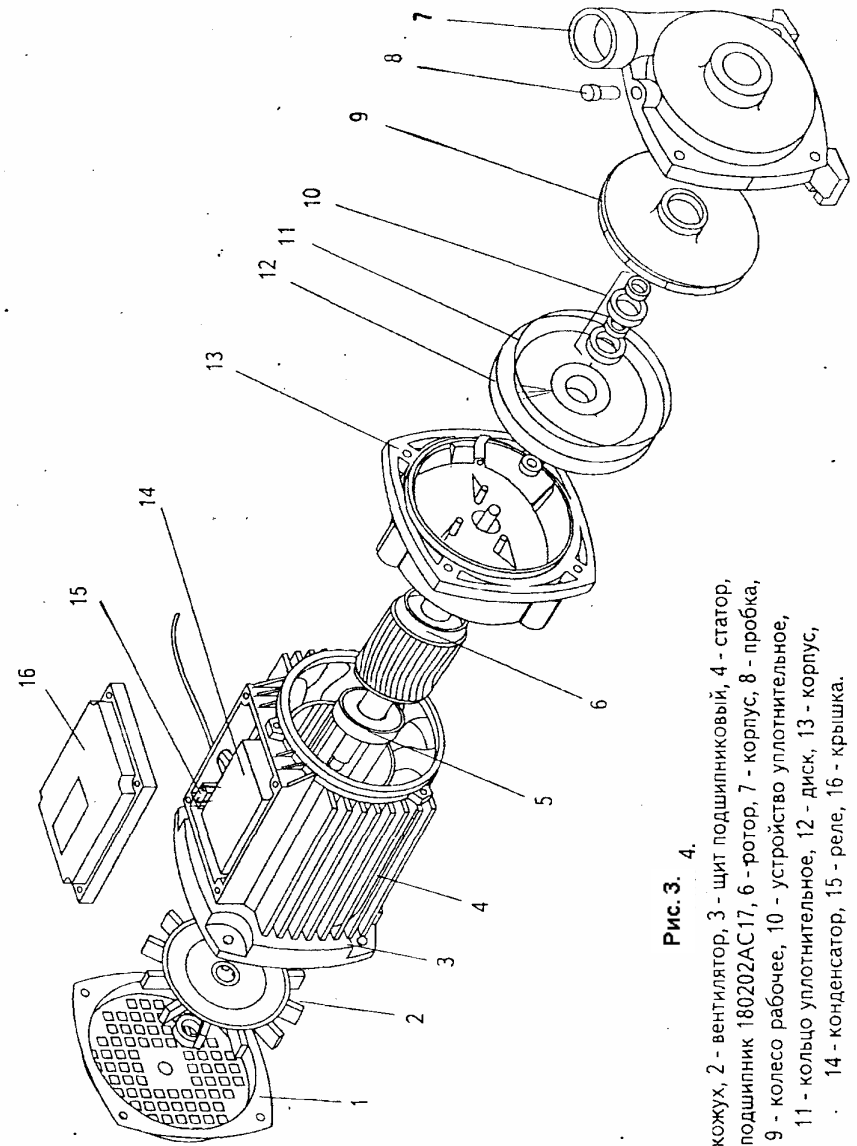

Рис. 3. 4.
- 5.1. Электронасос представляет собой моноблок, состоящий из электродвигателя и насосной части, см. рис.3.
Примечание: В связи с постоянным совершенствованием конструкция электронасоса может незначительно отличаться от изображенной на рис. 3. Возможно применение других видов комплектующих изделий с соответствующими параметрами.